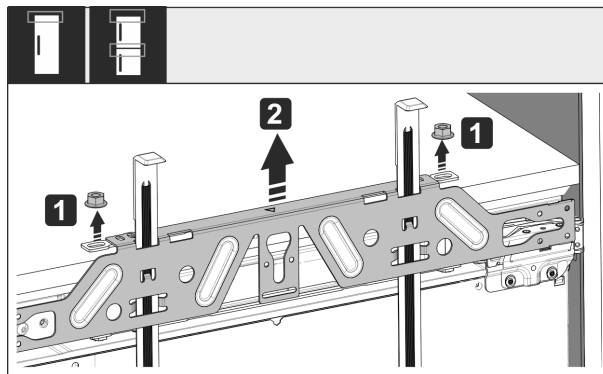

Fig. 58
- ▶ Разхлупете контрагайките Fig. 58 (1).
- ▶ Свалете гредата за закрепване Fig. 58 (2).